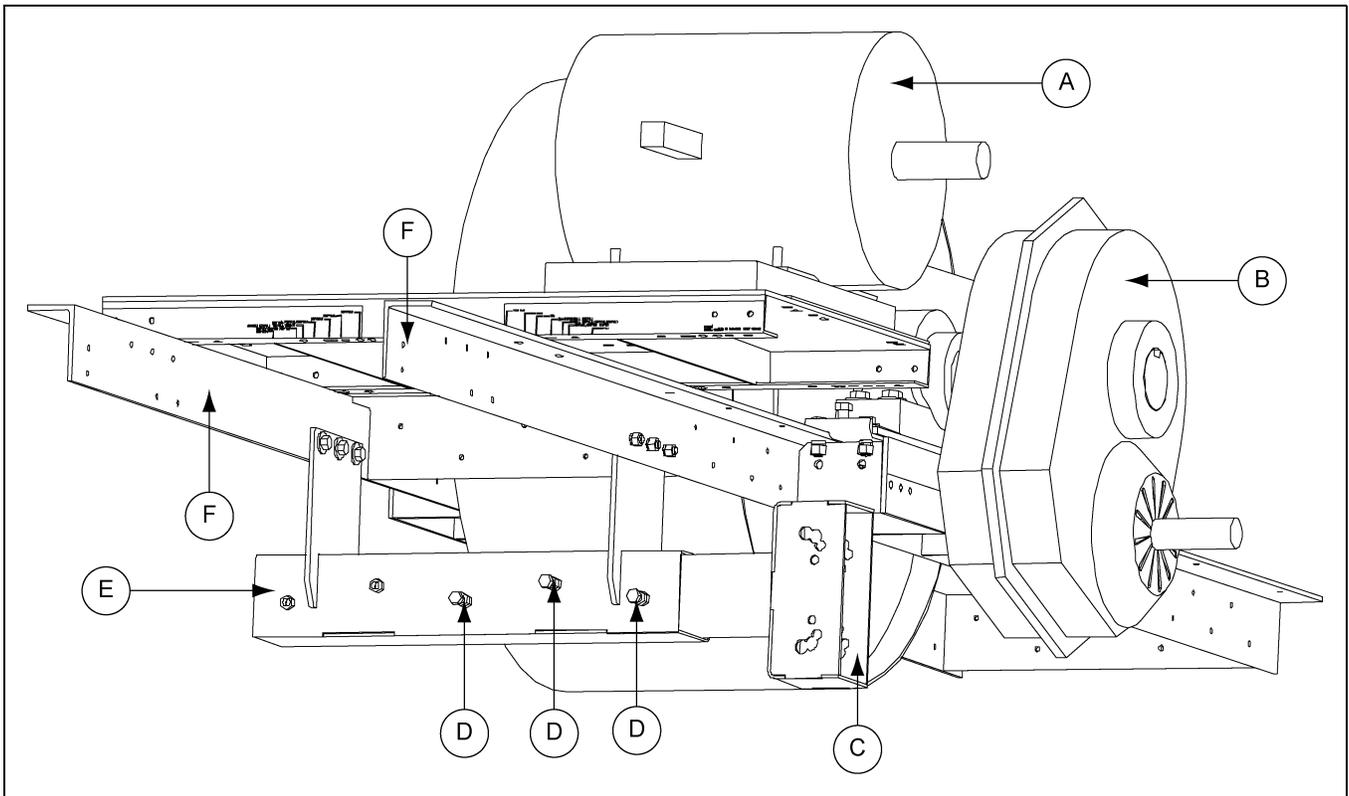

Рисунок 11D Моментный рычаг (30"-48")
1. Поместите узел трубы моментного рычага на верхнюю секцию, передвигая две (2) накладки узла моментного рычага между уголками верхнего подшипника.
3. Зафиксируйте с помощью соответствующих крепежных деталей. (См. рисунок 11D ниже и Рисунок 11E на стр. 39.)